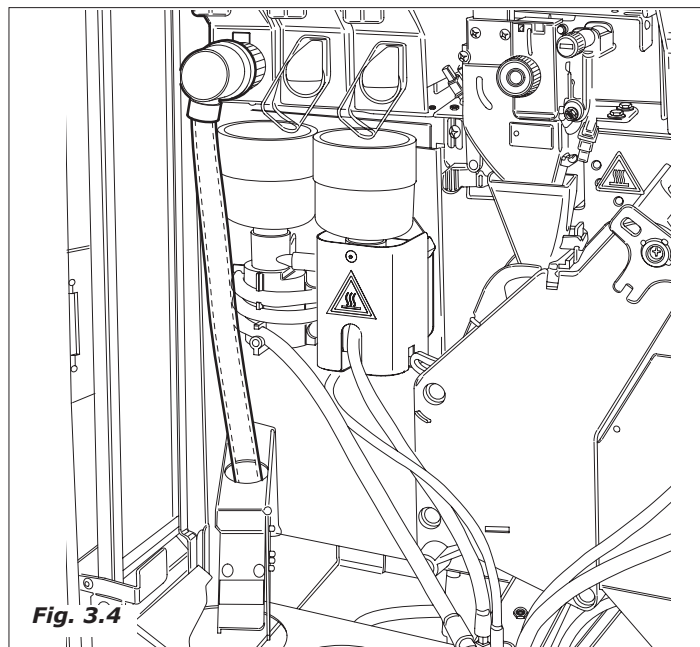

Fig. 3.4
- 1 il motoriduttore aziona la coclea del contenitore zucchero, riversando la quantità desiderata all'interno del tubo di convogliamento (Fig.3.4)